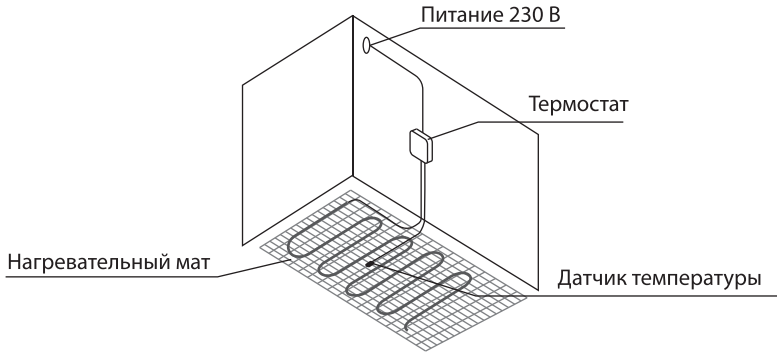

Рисунок 3. Расположение датчика температуры
7.5. Поместить датчик температуры в гофротрубку, входящую в комплектацию. Датчик должен располагаться внутри трубки с краю. Уложить трубку с датчиком в подготовленную канавку между витками нагревательного кабеля на мате и вывести к терморегулятору, рисунок 3. Для предотвращения попадания внутрь раствора, конец трубки с датчиком плотно закройте малярным скотчем.